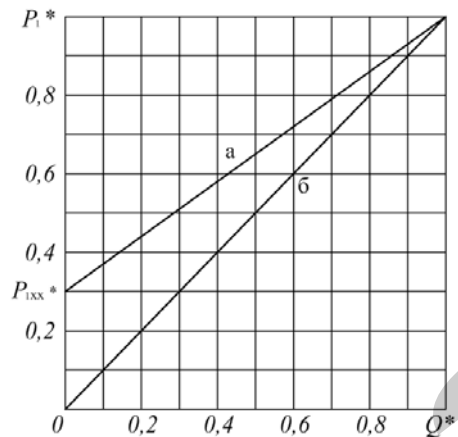

Рис. 15.2. Зависимость мощности на валу транспортера от производительности при нерегулируемом (а) и регулируемом (б) приводах
• к пункту 3 плана занятия. Построить зависимости мощности на валу от производительности транспортера $P^* = f_1(Q)$, как показано на рис. 15.2 (масштаб: 1 см = 0,1 о.е.).
• к пункту 5 плана занятия. Пользуясь построенной зависимостью $P^* = f(Q)$, рис. 15.2 (линия б), определить мощность на валу регулируемого электропривода транспортера (в относительных единицах, $P_{\omega 2}^*$, $P_{\omega 3}^*$, $P_{\omega 4}^*$, $P_{\omega 1}^*$, $P_{\omega 2}^*$, $P_{\omega 3}^*$, $P_{\omega 4}^*$) для значений производительности, найденных по формуле (15.4). Результаты поиска записать по форме табл. 15.3.
Пользуясь построенной зависимостью $P^* = f(Q)$, рис. 15.2 (линия а), определить мощность на валу нерегулируемого электропривода транспортера (в относительных единицах $P_1^*, P_2^*, P_3^*, P_4^*$) для значений производительности, найденных по формуле (15.4). Результаты поиска записать по форме табл. 15.4.